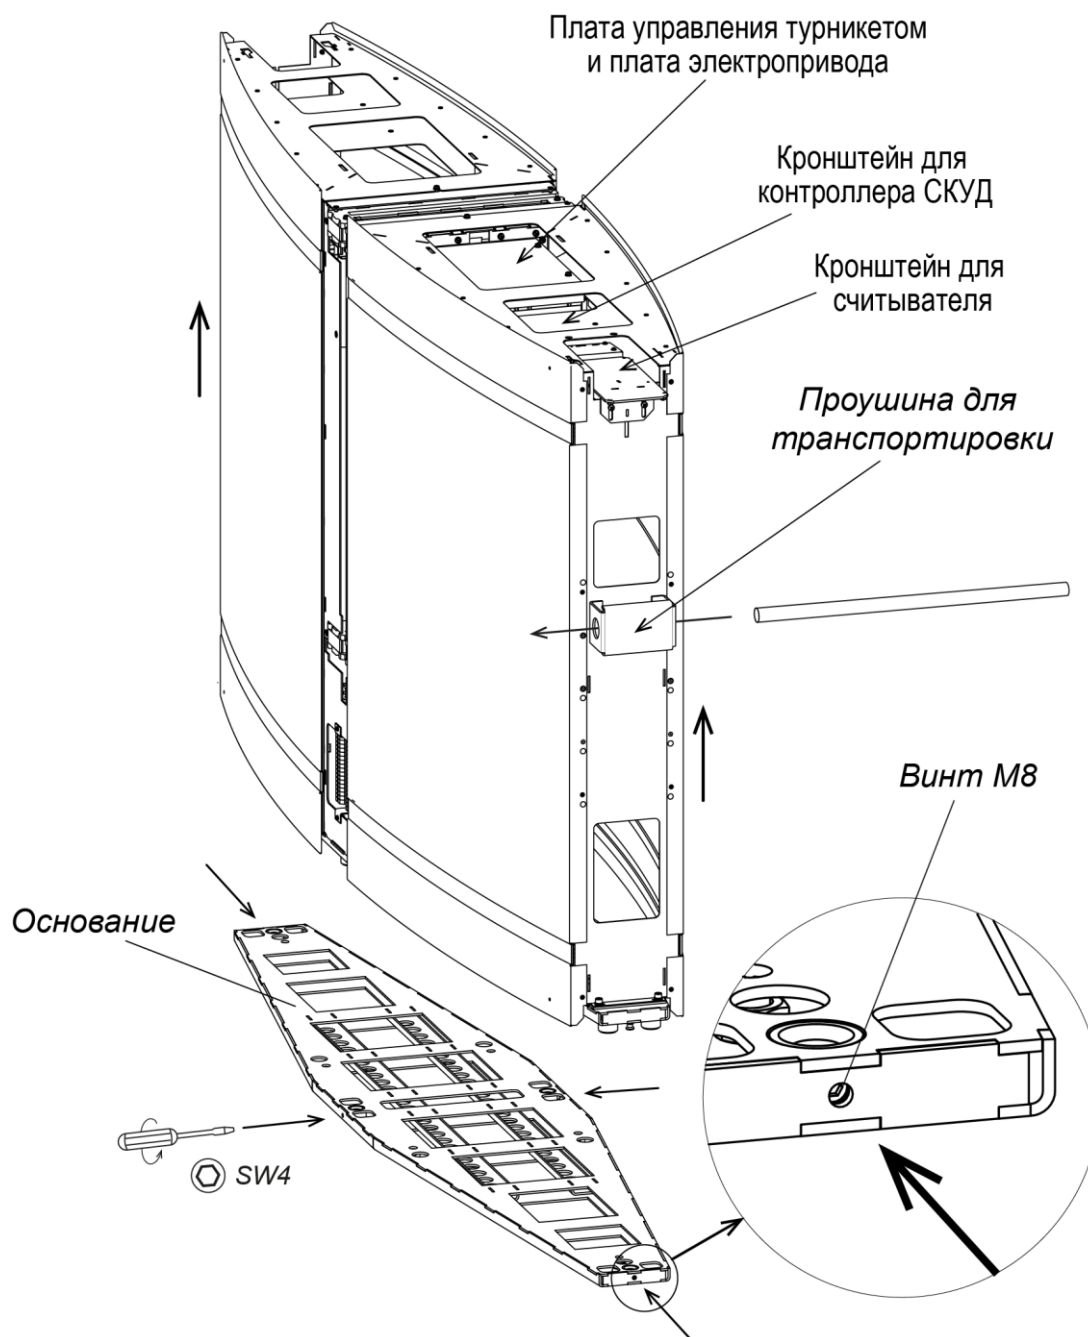

Рисунок 20. Демонтаж секции с основания
10. Установите секцию *Master* на основание, предварительно протянув внутрь ее соединительные кабели. Используя шестигранный ключ SW4, закрепите секцию на основании с помощью четырех установочных винтов M8 (см. рис. 20). При необходимости для более удобной прокладки кабелей внутри корпуса секции имеется возможность отсоединить и выдвинуть по продольной оси одну или две съемные части корпуса (см. разд. 8.7.3, рис. 21).
18. При необходимости произведите монтаж считывателей карт доступа и контроллера СКУД – считыватели устанавливаются на предусмотренные для этого кронштейны, расположенные внутри секций под верхними блоками индикации крышек или непосредственно на блоках индикации снизу (**PERCo-MR07 OEM**); контроллер СКУД устанавливается на самоклеящихся фиксаторах из комплекта поставки в проеме корпуса секции сверху под крышкой турникета (см. рис. 20).
1. Ключом шестигранным SW4 выверните до упора четыре винта М8 (см. рис. 20).
Плата электропривода створки располагается под стеклянной крышкой турникета с правой стороны от створки в проеме корпуса секции, см. рис. 20 (для стороны *Master* совместно с платой управления).